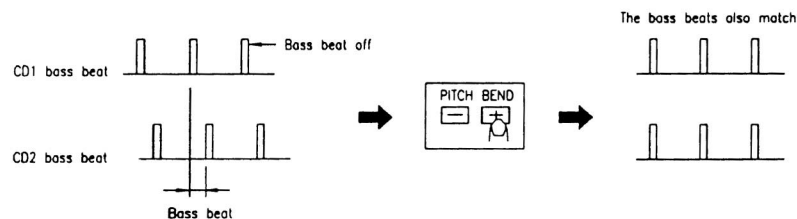

Fig. 15
- 2) Pitch Bending - Los BPM's aumentan o disminuyen respectivamente mientras se presionan los botones PITCH BEND + o PITCH BEND- . La variación de los BPM's es proporcional al tiempo que estos botones permanecen apretados. Si los mantiene 1/2 segundo, los BPM's variarán +16% en PITCH BEND+ o -16% en PITCH BEND- . Si golpea el botón, los BPM's solo cambiarán brevemente para ayudarle a conseguir sincronizaciones suaves. El CD volverá a su velocidad seleccionada en la regleta de pitch en cuanto suelte los botones PITCH BEND + o -. Fig 15 muestra un ejemplo de como utilizar la función pitch bend. En este ejemplo, los 2 reproductores están sonando y los BPM's han sido acompasados con el control de pitch.